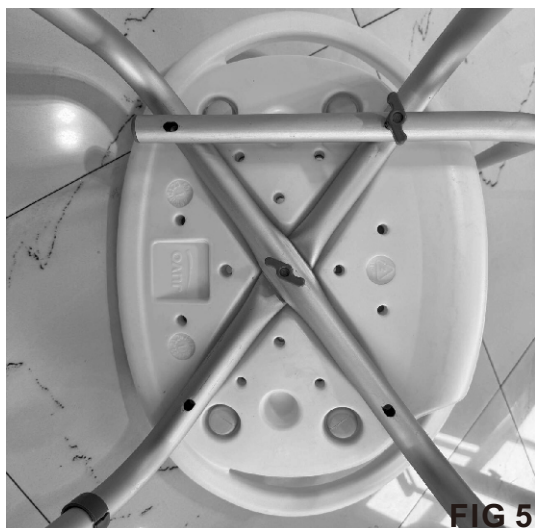

FIG 5
- Prenda a barra de apoio do encosto e o suporte para as pernas em forma de U à parte inferior da cadeira com dois parafusos borboleta com anilhas longas. (Consulte a FIG. 5). Não aperte em excesso.